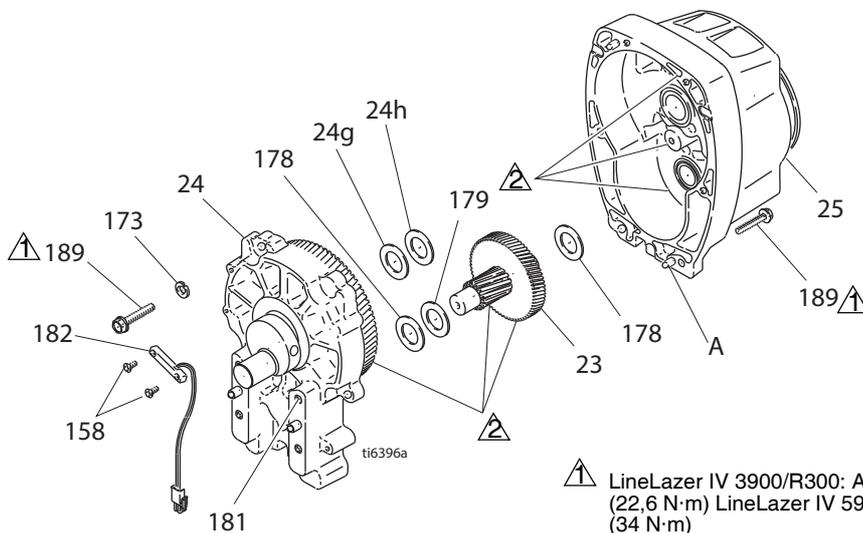

Fig. 3
- 2 Fig. 3. Desmontaje del alojamiento del cojinete. Realice el procedimiento **Cambio del alojamiento del cojinete y de la biela**, en la página 11.
- 3 Retire los dos tornillos (158) y el interruptor de láminas (182).
- 4 Retire los seis tornillos (189) y el interruptor de láminas (25).
- 5 Golpee suavemente alrededor del alojamiento de impulsión (24) para aflojarlo. Separe el alojamiento de impulsión del alojamiento del piñón. Hay que estar preparado para sujetar el tren de engranajes (23), que puede salirse al hacer este movimiento.
- 1 Aplique abundante grasa para cojinetes (suministrada con el grupo de cojinetes de repuesto) al grupo de cojinetes (23) y a las zonas especificadas en la nota 2 de la Fig. 3.
- 2 Coloque la arandela de color bronce (24g) en el eje que sobresale por el eje grande del alojamiento de impulsión (24). Coloque la arandela plateada (24h) en el alojamiento del piñón. Limpie las superficies de acoplamiento del piñón y los alojamientos de impulsión. Alinee los engranajes y empuje el nuevo alojamiento de impulsión hacia el alojamiento del piñón y los pasadores de colocación (A).
- 3 Instale los seis tornillos (189). Apriete con uniformidad, consultando el valor de la nota 1 de la Fig. 3.
- 4 Instale el interruptor de láminas (182) con dos tornillos (158).